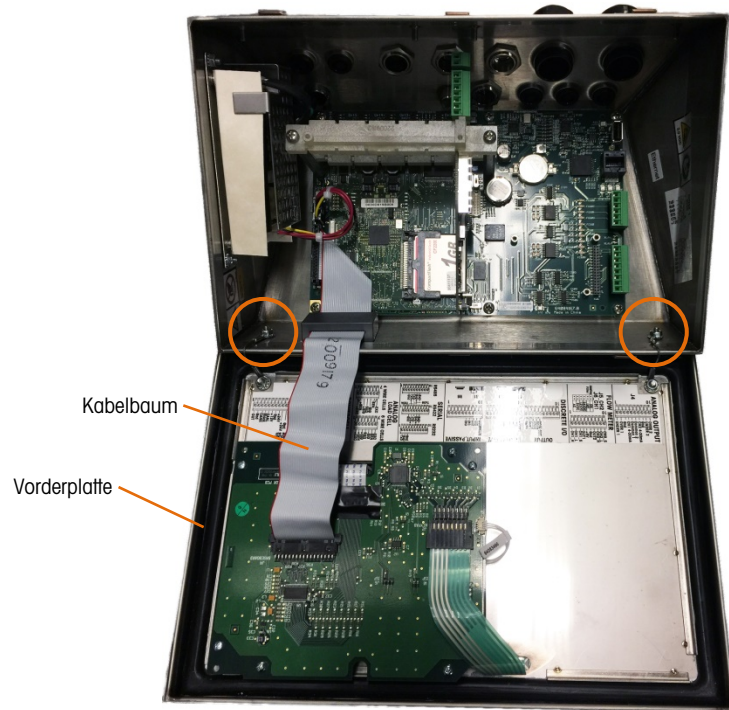

Abbildung 2-9: Offenes Gehäuse für raue Umgebungen, Frontplatte in Originalausrichtung
3. Die beiden Muttern zum Sichern der beiden Metallkabel, mit denen die vordere Abdeckung am hinteren Gehäuse befestigt ist, lösen und abnehmen. Diese sind in Abbildung 2-9 eingekreist.